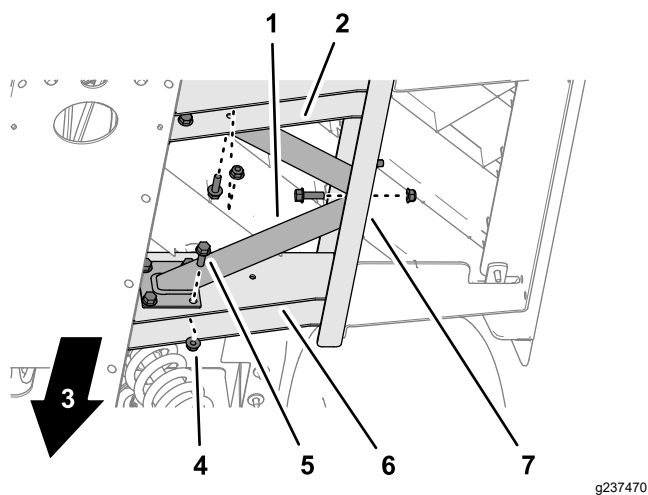

Figura 19
1. Aliniați orificiile din bara de suport pentru podea cu orificiile pe care le-ați realizat în canalele laterale și canalele de la nivelul podelei (Figura 19).
2. Montai bara de suport pentru podea la canalele laterale i canalele de la nivelul podelei cu 10 uruburi cu guler (5/16 x 1") i 10 contrapiulie cu guler (5/16") după cum este indicat în Figura 19.